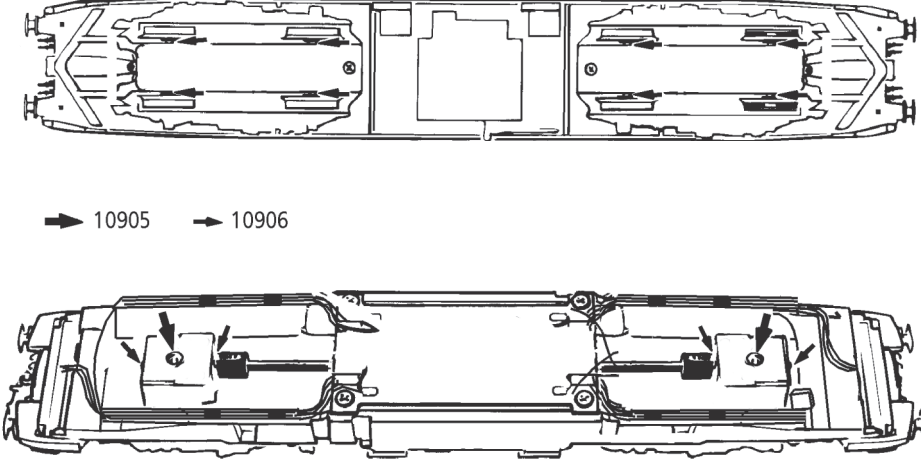

Fig. 9
Schleiferwechsel: siehe Fig. 9
A.C. pick up: see fig. 9
voir fig. 9
4. Remplacement du moteur: Démontez la caisse (fig. 3). Démontez ensuite le moteur (fig. 9).